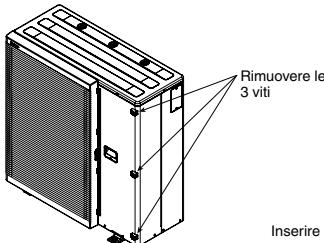

Fig. 6-1
- Rimuovere le 3 viti di fissaggio al mantello di copertura frontale. (Fig. 6-1)